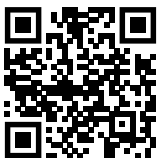

Fig. 151
- ▶ Nyissa meg a Liebherr SmartMonitoring Dashboard oldalt. (lásd Fig. 151)